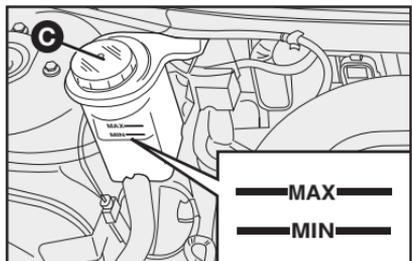

fig. 5
## FLUIDO PARA A DIREÇÃO HIDRÁULICA - fig. 5
- Retirar a tampa C-fig. 5.